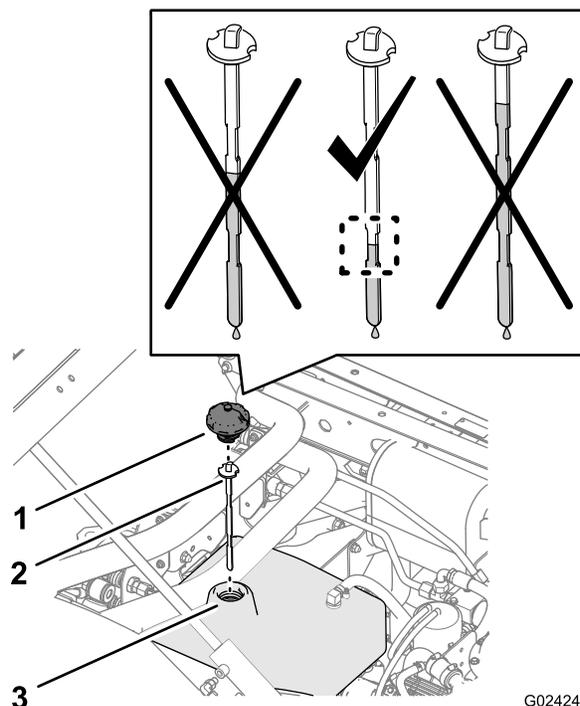
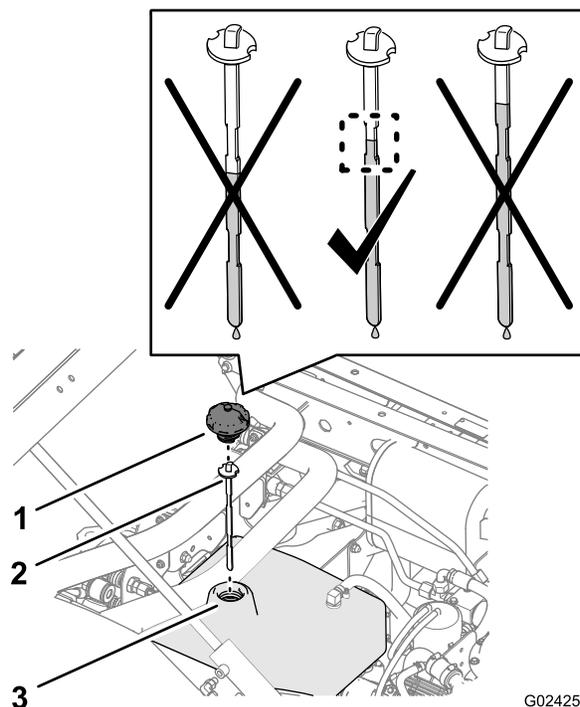

Figura 23
Figura 24
1. Pulite la zona intorno al collo del bocchettone e il tappo del serbatoio idraulico (Figura 23 e Figura 24).
2. Rimuovete il tappo e l'asta di livello dal collo del bocchettone del serbatoio e pulite l'asta con uno straccio (Figura 23 e Figura 24).
3. Inserite l'asta di livello nel collo del bocchettone, quindi estraetela e controllate il livello del fluido (Figura 23 e Figura 24).
4. Se il livello dell'olio è basso, aggiungete il fluido idraulico specificato nel serbatoio per aumentare il livello a metà dell'area con le tacche sull'asta (Figura 23 e Figura 24).
5. Montate l'asta di livello e il tappo sul bocchettone di riempimento del serbatoio (Figura 23 e Figura 24).